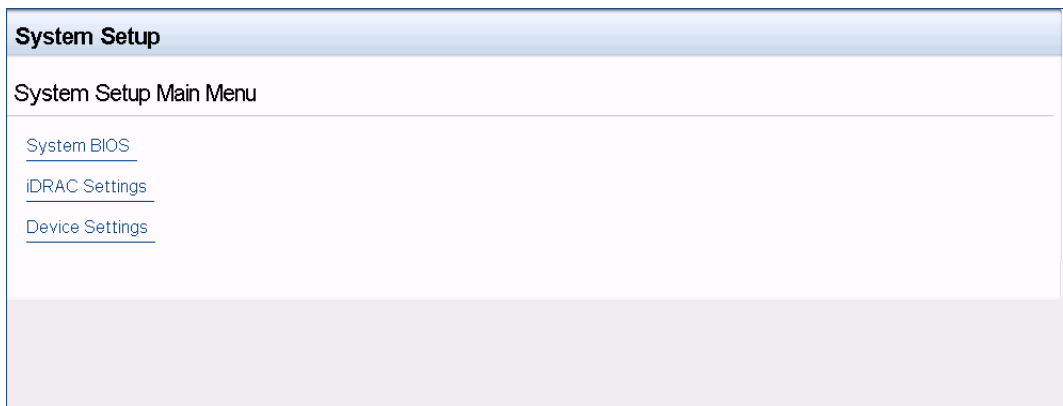

Ilustración 5-1. System Setup (Configuración del sistema)
2. En la ventana de configuración del sistema (Ilustración 5-1), seleccione **Device Settings** (Configuración del dispositivo) y, a continuación, pulse INTRO.